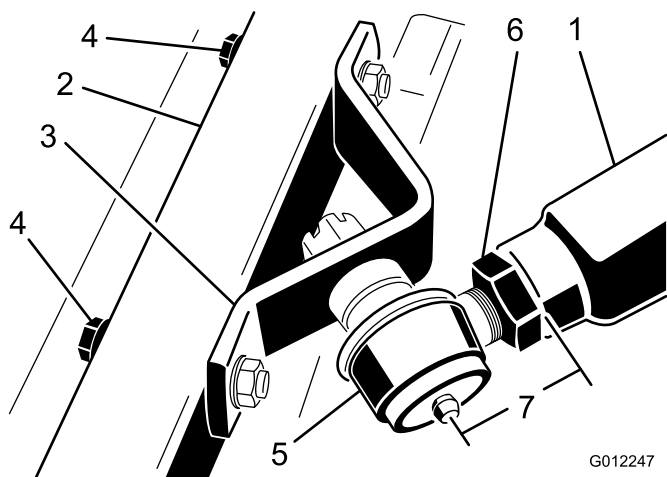

Figura 9
6. Aperte a grande porca que prende a rótula esférica ao braço de pressão (Figura 9).